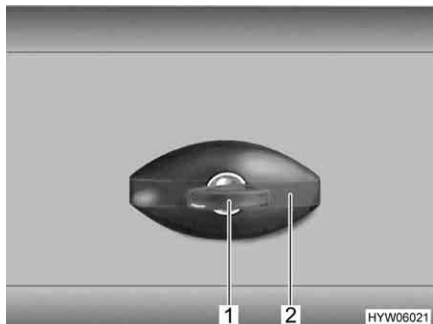

Bild 30 Lucklås, ellipsformat, låst
- Stick in nyckeln i låscylindern (Bild 30,1) och vrid ett kvarts varv moturs. Låshandtaget (Bild 30,2) frigörs.